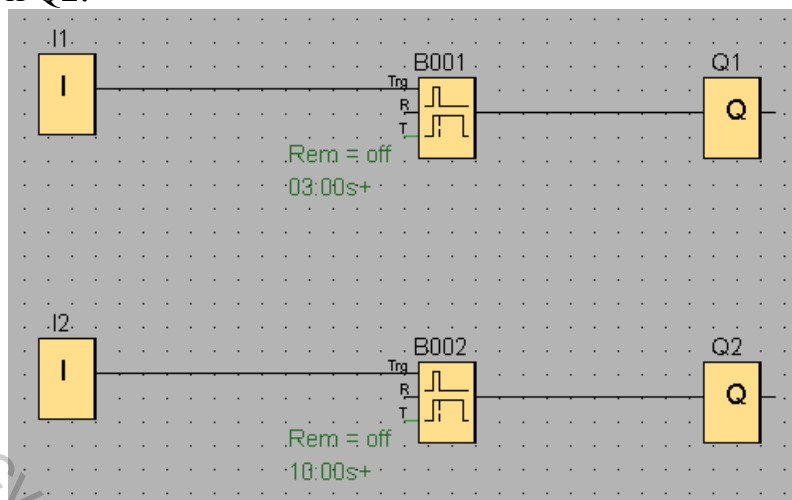

Рисунок 46 – Программа для Siemens LOGO! в LOGO!Soft Comfort
3.2. Соберите схему представленную на рис.46. Основными элементами схемы являются: входы I1 и I2, таймеры задержки выключения сигнала B001 и B002, выходы Q1 и Q2.